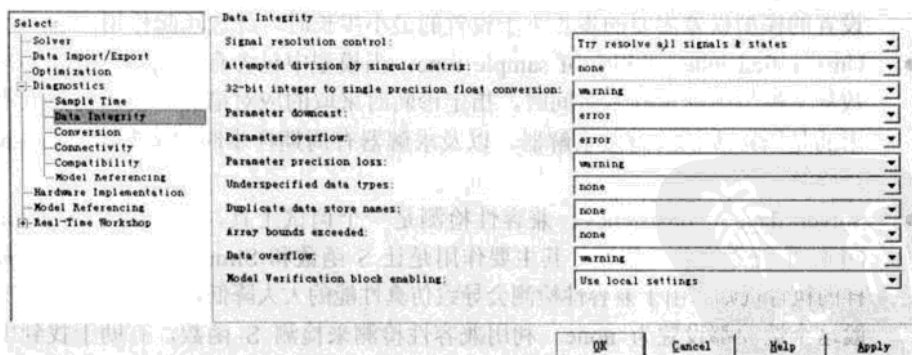

图 3.9 设置 Data Integrity 参数
3) Data Integrity: 数据完整性诊断。设置当 Simulink 检测到有危害模型定义的数据完整性条件时, Simulink 所采取的诊断措施, 如图 3.9 所示。